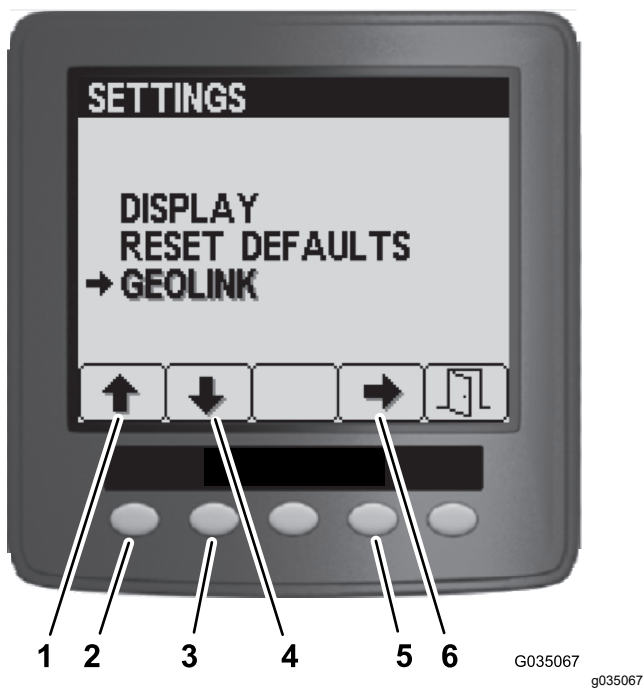

Рисунок 186
4. В меню Settings (Настройки) с помощью кнопок 1 или 2 перейдите к пункту GeoLink, затем нажмите кнопку 4, чтобы выбрать меню GeoLink (Рисунок 186).